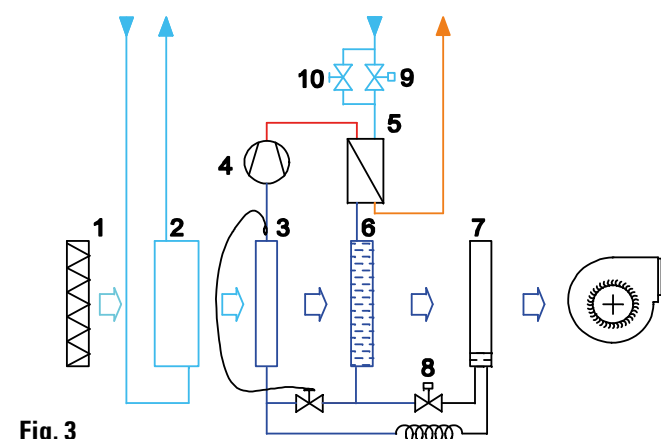
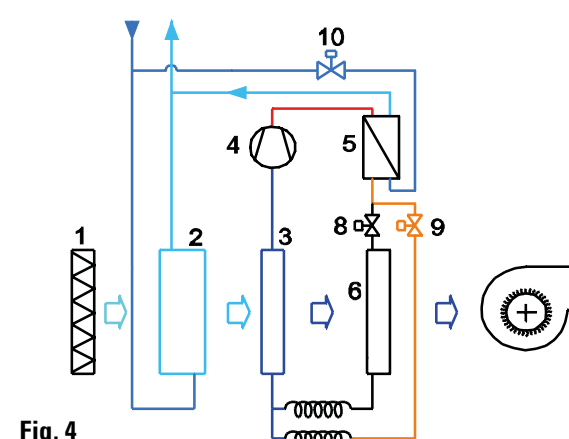

Fig. 3
Fig. 4
Il funzionamento in integrazione è schematizzato in fig. 3 e 4. Il funzionamento in integrazione è possibile solo con alimentazione di acqua refrigerata.
The integration operation layout is shown in figure 3 and 4. Operating in integration mode is only possible with a supply of cooled water.
In Fig. 3 l'accumulatore di liquido (7) si svuota e la batteria alettata (6) viene allagata. In Fig. 4 il refrigerante bypassa la batteria alettata (6).
In Fig. 3 the liquid accumulator (7) is emptied and the finned coil exchanger (6) is flooded. In Fig. 4 the refrigerant bypasses the finned coil exchanger (6).